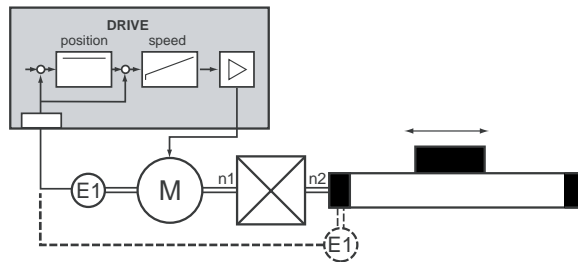

Bild 6.37 Projektierung mit einem Encoder
- Anbau Encoder E1 an der Mechanik bzw. Getriebe-Abtriebswelle (gestrichelter Encoder E1 in Bild 6.37)